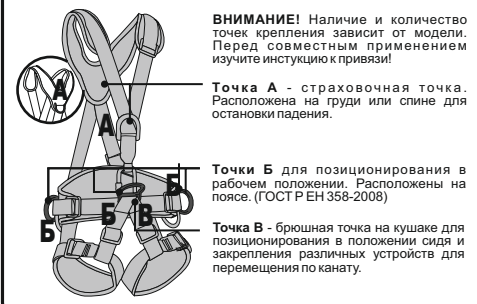

Рис. 5. Использование страховочного стропы (с амортизатором рыбка)
- подосоединять амортизатор к точкам для позиционирования (рис. 5, в);